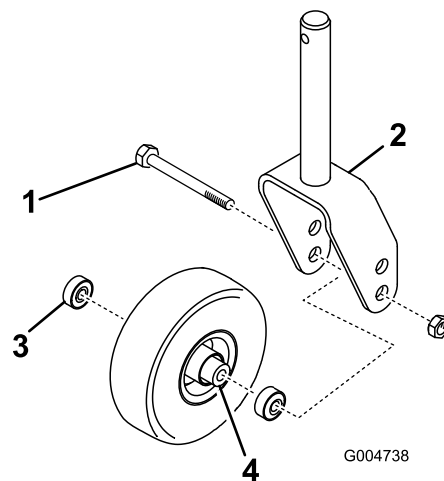

図 27
1. キャスタホイールアセンブリをキャストフォークの間に保持しているボルトのロックナット(図 27)を外す。キャストホイールをつかんでおいて、ボルトをフォークまたはピボットアームから抜き取る。
2. ホイールのハブからベアリングを外して、ベアリングスペーサを床に落とす 図 27。ホイールハブの反対側にあるベアリングを取る。